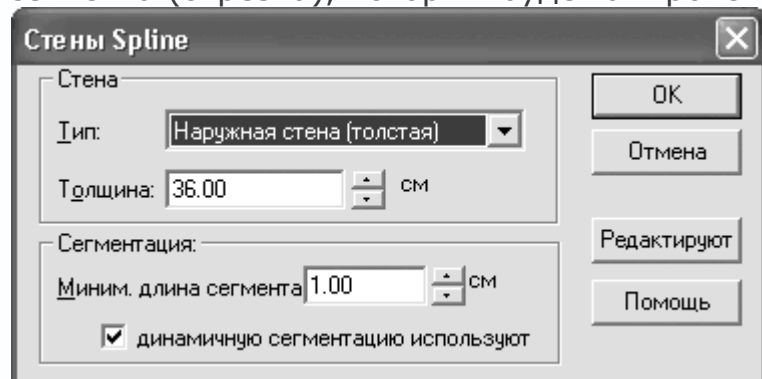

Рис. 1.18. Окно настройки параметров сплайновых стен
– команда появилась в последней версии программы и позволяет строить стены в виде сплайновых кривых. После указания характерных точек сплайна на чертеже следует дважды нажать клавишу Enter (первый раз фиксирует все точки, второй – подтверждает создание стены), в появившемся окне (рис. 1.18) выбрать тип стены, задать ее толщину и длину сегмента (отрезка), которым будет аппроксимироваться данный сплайн.